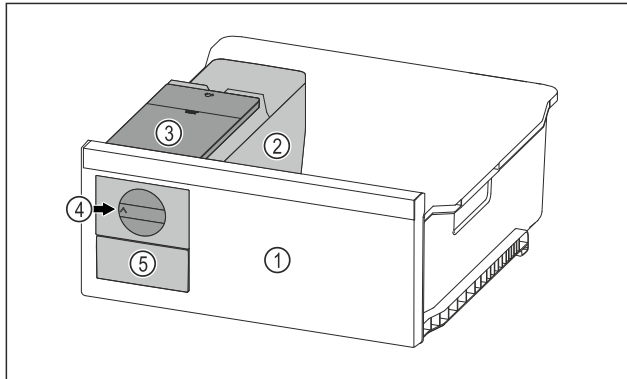

Fig. 55 Beispielfähige Darstellung
- ▶ Drehknopf Fig. 55 (4) im Uhrzeigersinn bis zum Anschlag drehen.
- ▷ Eiswürfel fallen aus der Eiswürfelschale in das Eiswürfelschubfach Fig. 55 (5).